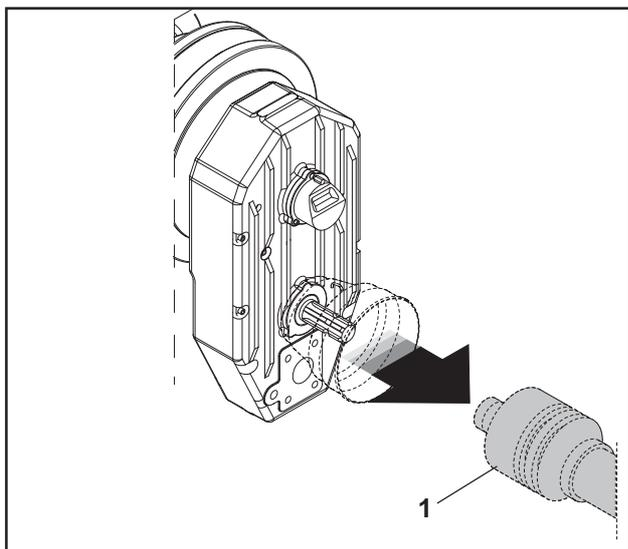

fig.1
- 2) togliere il cardano dalla presa di forza (1fig.1)
- 4) inserire il cardano (1fig.1) sulla presa di forza.